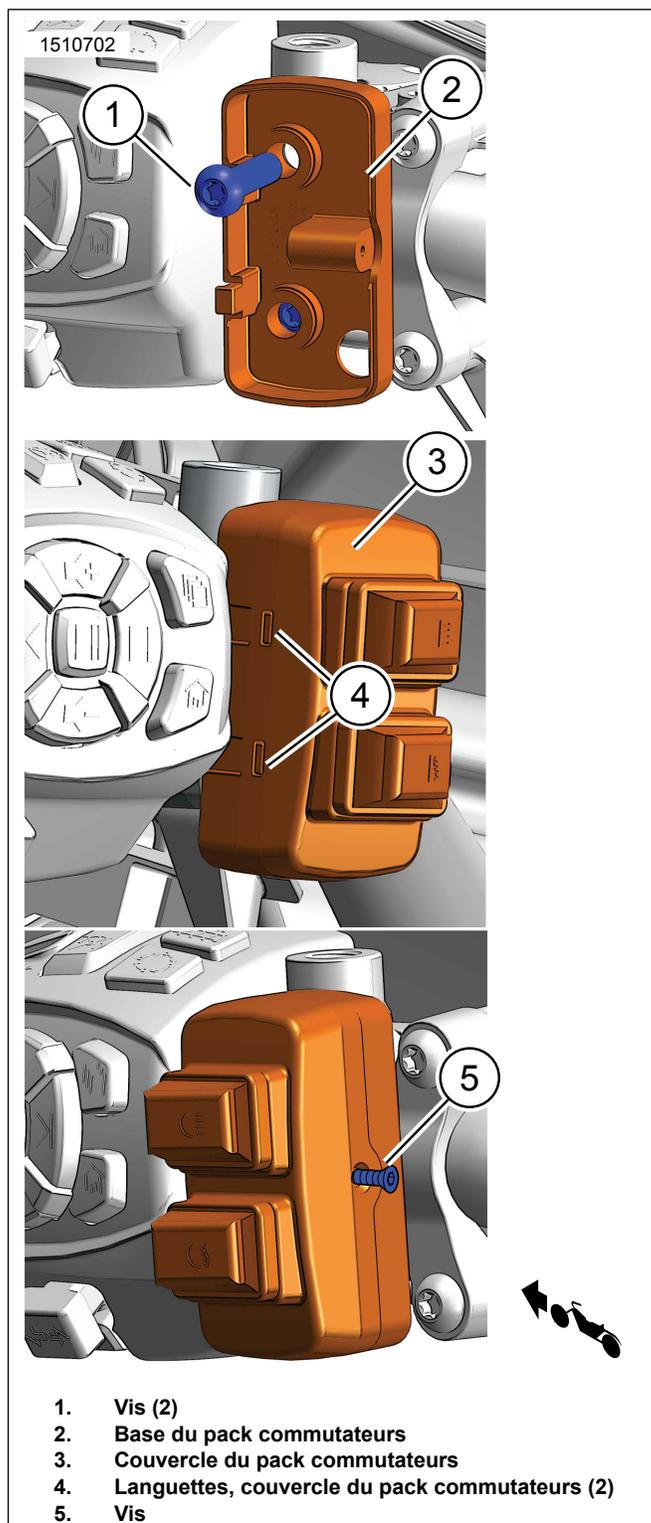

Figure 3. Installation du pack commutateurs (Pan America représentée)
3. Voir la figure 3. Installer la base du pack commutateurs (2) au-dessus de la bride d'embrayage.